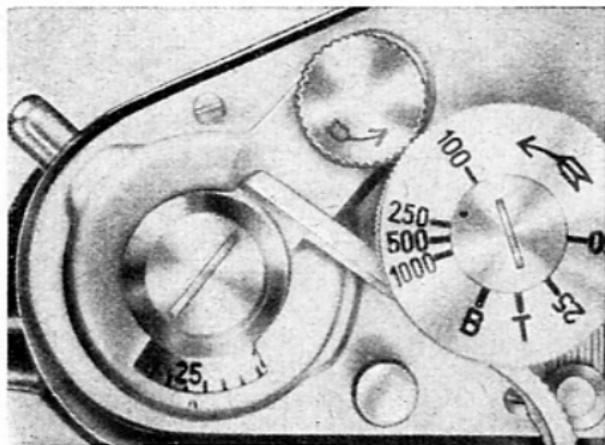

Abb. 40
durch gleichmäßiges Rechtsdrehen am Rückspulknopf (37) wird der Film in die Abwickelpatrone zurückgespult (Abb. 39). Das richtige Rücklaufen des Films erkennt man daran, daß sich sowohl die Kontrollscheibe in der Öffnung (19) als auch die Aufwickelachse (Abb. 40), um die der Filmtransporthebel (6) geschwenkt wird, bewegt. Die Aufwickelachse mit dem großen Schraubenschlitz dreht sich beim Rückspulen entgegen der Bewegung des Filmtransporthebels (6). Sobald das